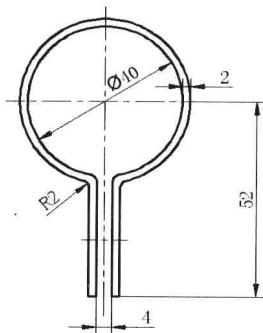
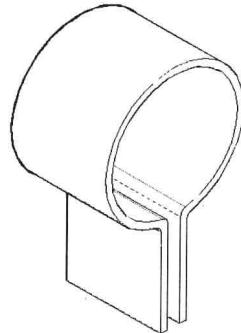
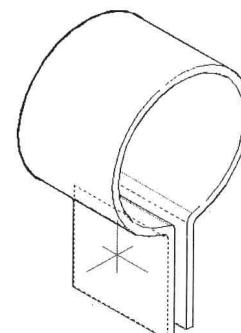

图 8-3-19
图 8-3-20
图 8-3-21
- (1) 绘制管夹平面图，如图 8-3-19 所示。
- (2) 在“建模”面板中单击“按住／拖动”按钮，在封闭的轮廓区域内部单击，松开鼠标后，拖动鼠标可以拉伸出实体，输入拉伸出的实体厚度为“30”，按 Enter 键。
- (3) 在“视图”面板中选择“西南等轴测”，观察三维实体，如图 8-3-20 所示。
- (4) 单击状态栏中的“DUCS”按钮和“正交”按钮，启动动态 UCS 功能和正交模式后，所选按钮会呈彩色显示。
- (5) 在“绘图”面板中单击“圆心、半径”按钮，将光标移至实体左侧面上，当这个面的边线呈虚线显示时，说明动态坐标系统的 XY 平面自动与这个面对临时对齐，这时就可以在这个临时 XY 平面上创建对象了，如图 8-3-21 所示。